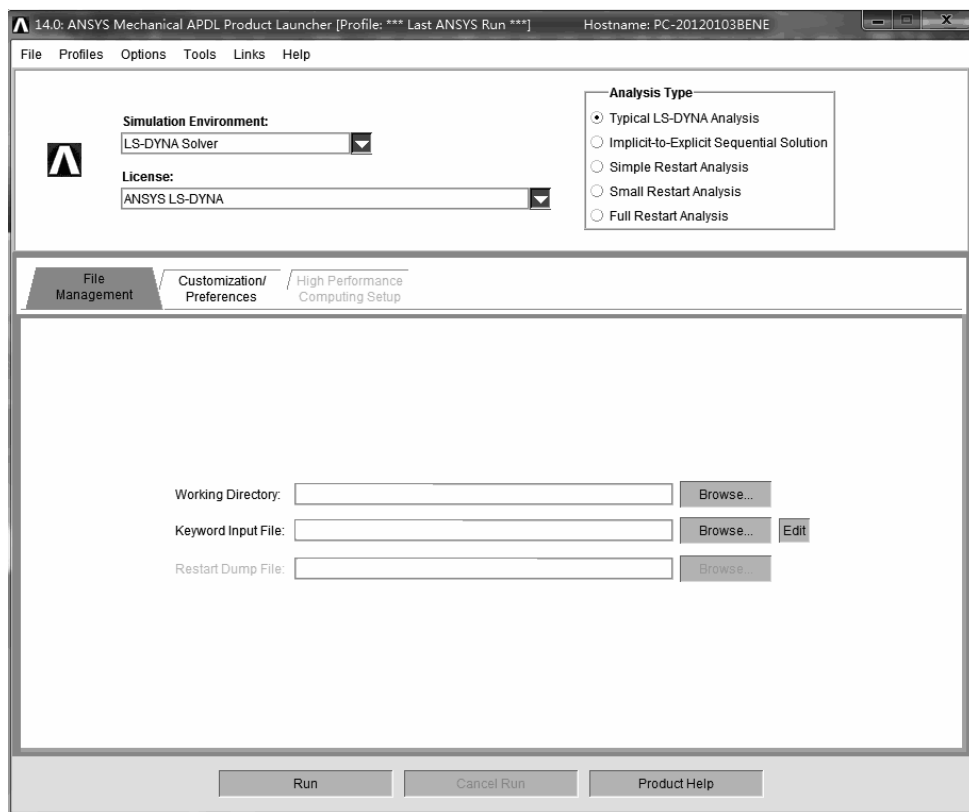

图 4-61 “14.0: ANSYS Mechanical APDL Product Launcher [Profile:***La...” 窗口
(1) 打开 “14.0: ANSYS Mechanical APDL Product Launcher [Profile:***La...” 窗口（见图 4-61）。